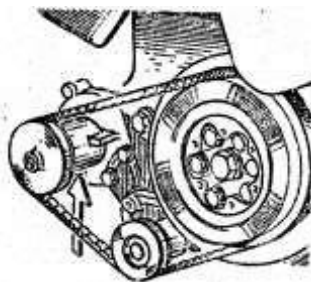

Рис. 22
7. Следить за исправностью торцового уплотнения крыльчатки водяного насоса, имея в виду, что охлаждающая жидкость, просачивающаяся в подшипники водяного насоса, выводит их из строя. О неисправности торцового уплотнения свидетельствует течь воды из дренажного отверстия (рис. 22) на корпусе водяного насоса, закупоривать которое нельзя. Насос с неисправным уплотнением подлежит ремонту.